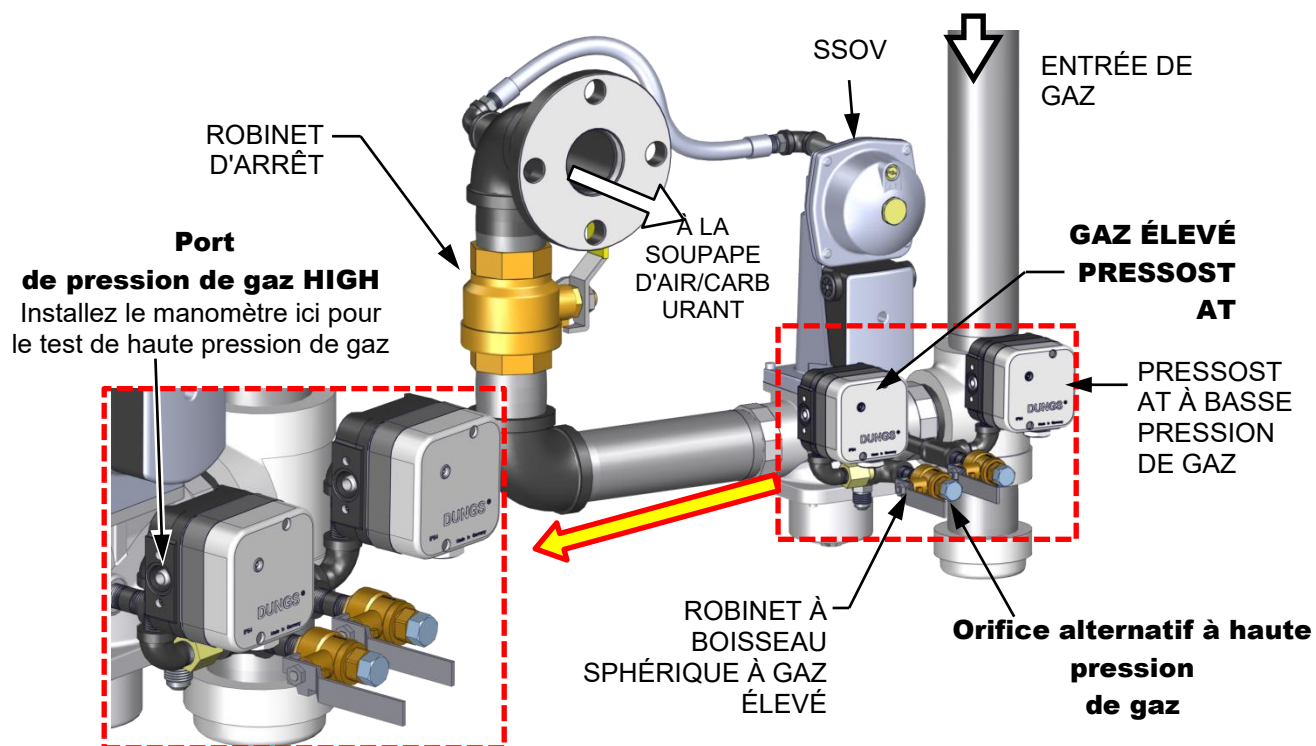

Figure 5-4a : BMK3000 Composants d'essai à haute pression de gaz
Pour simuler un défaut de gaz à haute pression, voir les figures 5-4a et 5-4b et effectuer les étapes suivantes :
2. Localisez l'orifice sur le côté du pressostat **haute température** et desserrez la vis dans l'orifice de quelques tours pour l'ouvrir. **Ne retirez pas complètement la vis.** Vous pouvez également retirer le bouchon de 1/4 de pouce illustré aux figures 5-4a et 5-4b et installer un raccord d'ardillon à cet endroit.